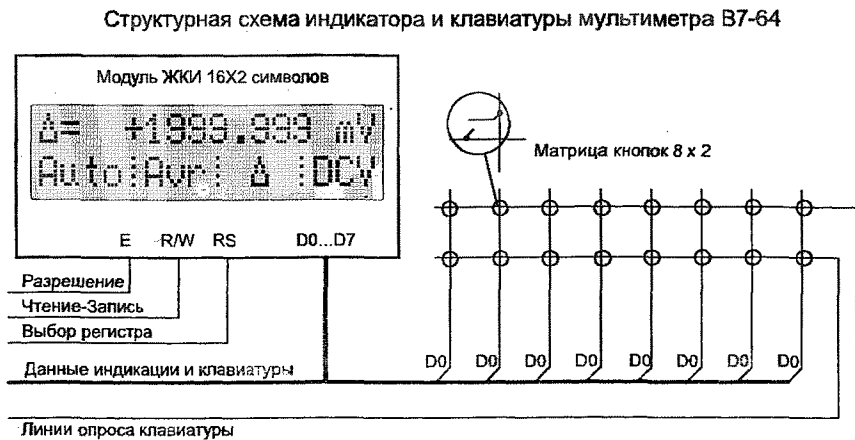

Рис. 5.2
5.4. Устройство индикатора и клавиатуры прибора иллюстрирует структурная схема, показанная на рис.5.2. Модуль двухстрочного жидкокристаллического индикатора (ЖКИ) имеет встроенный контроллер, сообщаящийся с микро-ЭВМ по восьмиразрядной шине данных. Передачу данных в модуль ЖКИ сопровождают сигналы на линиях управления: "РАЗРЕШЕНИЕ" (шины), "ЧТЕНИЕ-ЗАПИСЬ" (направление передачи) и "ВЫБОР РЕГИСТРА" (команд или данных).